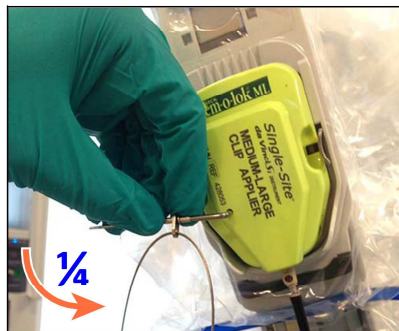

Figure 1. Maintenez l'outil de desserrage des mors engagé durant l'ouverture manuelle de ces derniers.
2. Vérifiez que l'outil de desserrage des mors est en place dans le boîtier et tournez-le précautionneusement dans le sens inverse des aiguilles d'une montre (soit environ un quart de tour) jusqu'à ce qu'il s'engage et que sa rotation s'arrête. Maintenez l'outil en place durant les étapes suivantes (Figure 1).